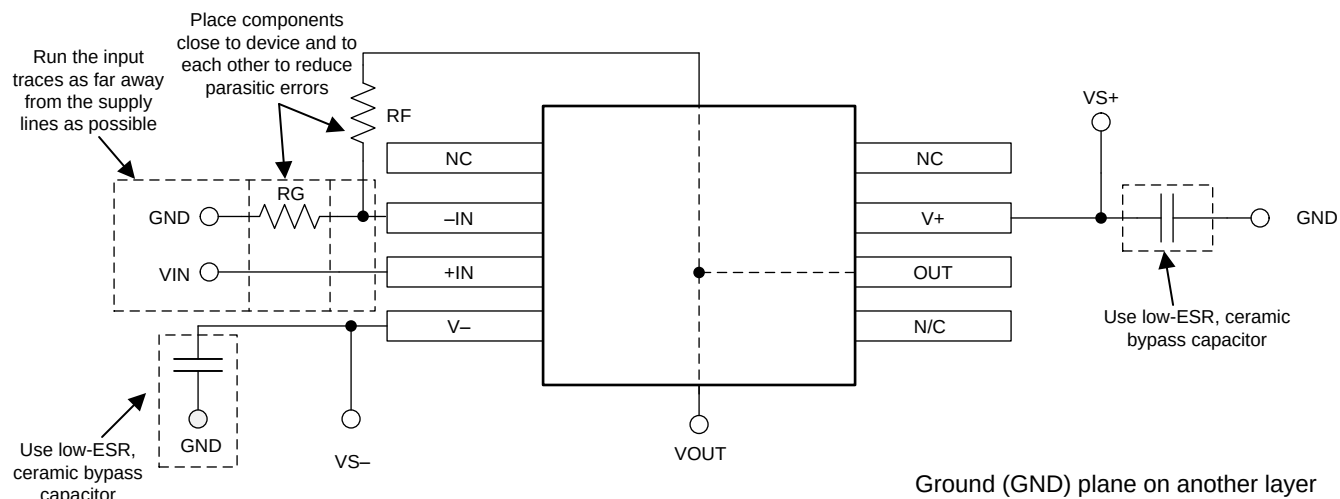

Figure 32. 布局示例
- 外部组件的位置应尽量靠近器件。如 Figure 32 所示，使  $R_F$  和  $R_G$  接近反相输入可最大限度地减小寄生电容。